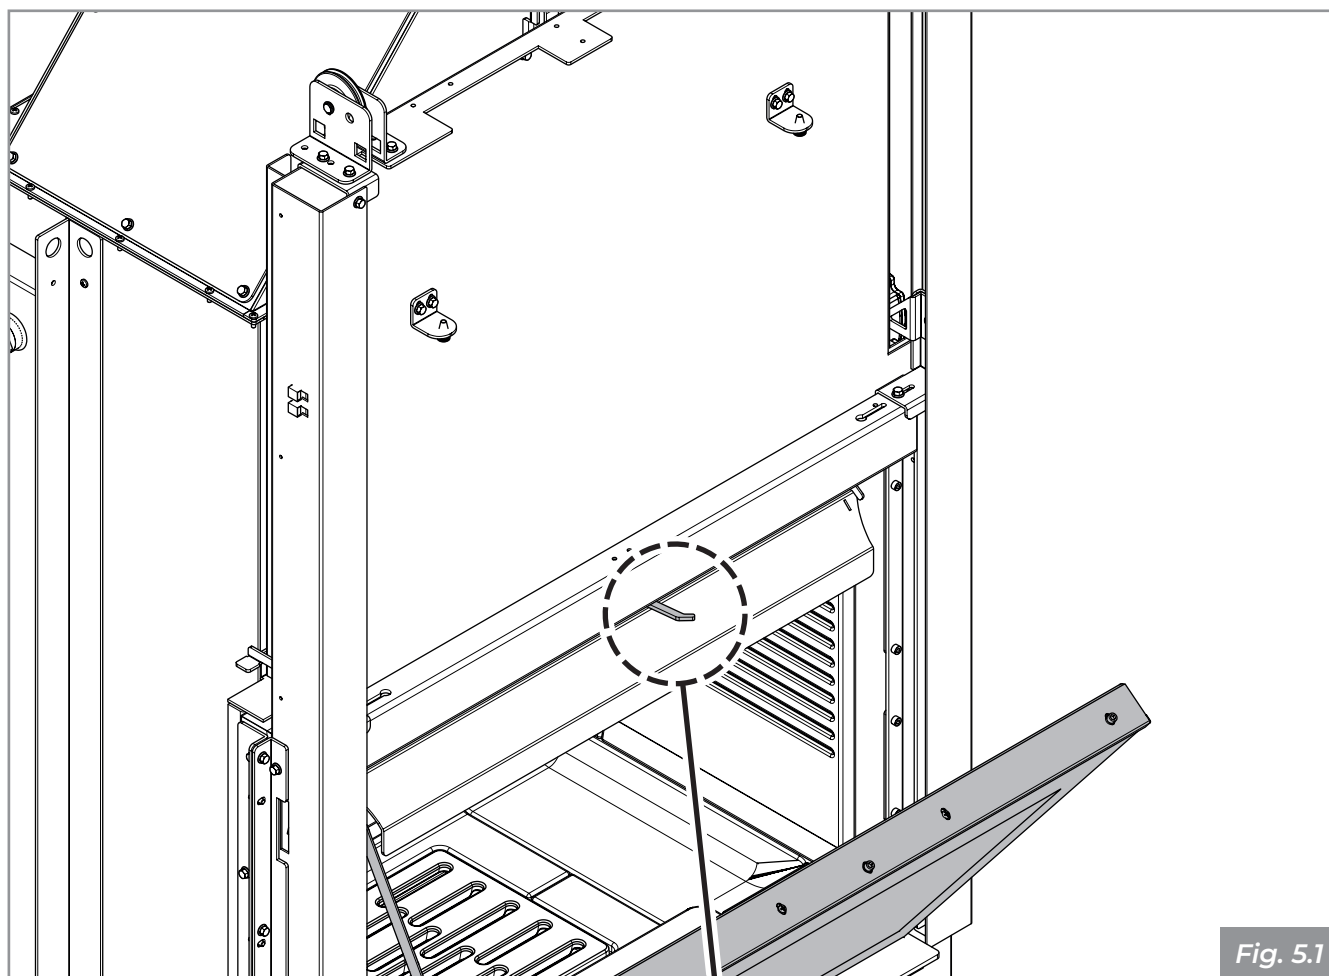

Fig. 5.1
1. Ouvrir la porte en vasistas en tirant la ou les poignées vers l'extérieur pour libérer le doigt de verrouillage situé sur le côté supérieur de la vitre ; une fois le verrou libéré, ouvrir la porte et la guider vers le bas avec la main pour éviter les chocs (**Fig. 5.1**).
La vitre doit être nettoyée avec un chiffon humide ou avec du papier humide et passé dans la cendre. Pour nettoyer la vitre, il est nécessaire d'ouvrir la porte en vasistas en tirant la ou les poignées vers l'extérieur pour libérer le doigt de verrouillage situé sur le côté supérieur de la vitre ; une fois le verrou libéré, ouvrir la porte et la guider vers le bas avec la main pour éviter les chocs **(Fig. 5.1)**.